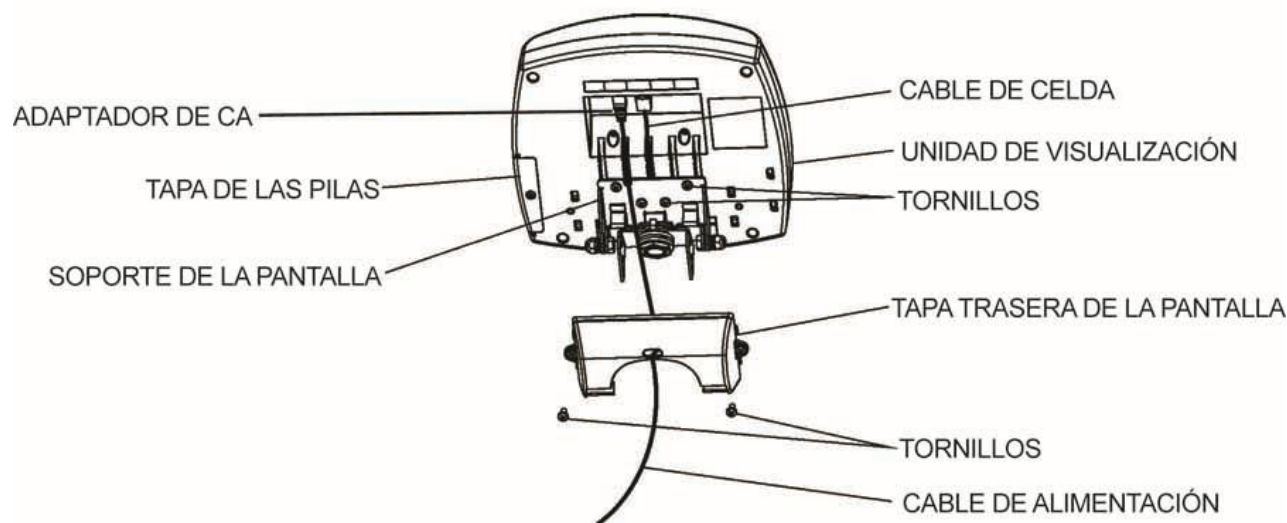

Figura 4
10. Coloque la unidad de visualización cerca del soporte de la pantalla. Conecte el conector del cable de celda de carga en el orificio de celda de carga en la parte trasera de la unidad de visualización e inserte y fije el cable en el canal central de la pantalla. Consulte la figura 4. **Fije: No conecte el cable de alimentación en este momento: espere hasta el paso 13.**